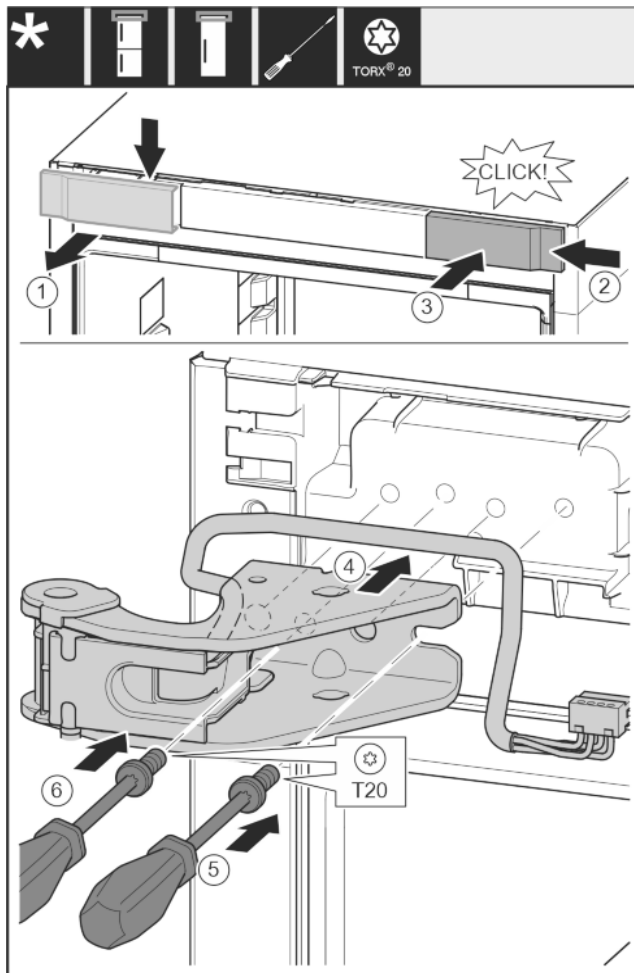

Fig. 25
- ▶ Retirar la cubierta desde arriba hacia delante. Fig. 25 (1)
- ▶ Enganchar por la derecha la cubierta girada 180° en el otro lado. Fig. 25 (2)
- ▶ Encajar la cubierta. Fig. 25 (3)
- ▶ Colocar el soporte de apoyo superior. Fig. 25 (4)
- ▶ Colocar y apretar el tornillo con el destornillador T20. Fig. 25 (5)
- ▶ Introducir y apretar el tornillo con el destornillador T20. Fig. 25 (6)